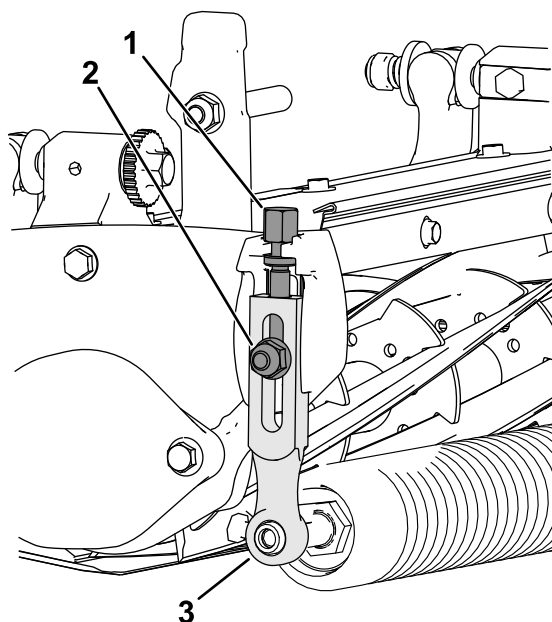

Figura 9
1. Allentate i dadi di bloccaggio che fissano i bracci dell'altezza di taglio alle piastre laterali dell'apparato di taglio (**Figura 9**).